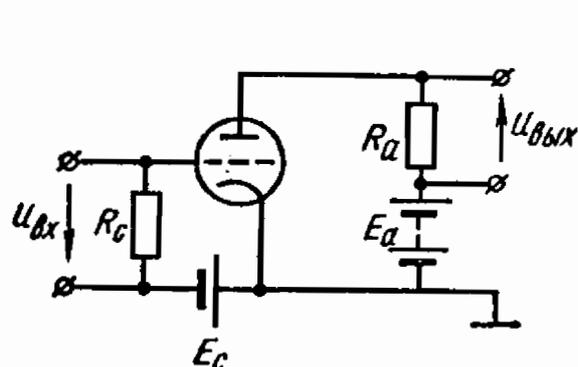

Рис. 13.17
13.17. На рис. 13.17 приведена простейшая схема усилительного каскада с анодной нагрузкой $R_a = 10 \text{ кОм}$ и э. д. с. источника анодного питания $E_a = 150 \text{ В}$. Усилитель собран на триоде 6С4П, имеющем внутреннее сопротивление $R_i = 2,5 \text{ кОм}$ и статический коэф-